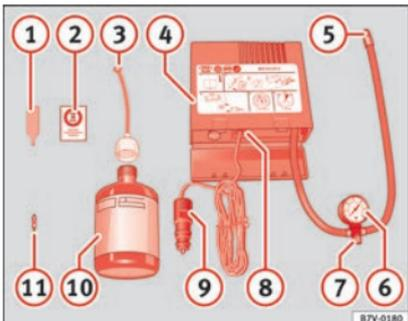

Fig. 57 Representación estándar: contenido del kit antipinchazos.
• Desenrosque la caperuza y el obús de la válvula del neumático. Utilice el aparato » fig. 57 ① para extraer el obús. Colóquelo en una superficie limpia.
- Agite con fuerza la botella de sellante de neumáticos » fig. 57 ⑩.
- Enrosque el tubo de inflado » fig. 57 ③ en la botella de sellante. El precinto de la botella se romperá automáticamente.
- Retire el tapón del tubo de llenado » fig. 57 ③ y enrosque el extremo abierto del tubo en la válvula del neumático.
- Vuelva a colocar el obús con el aparato » fig. 57 ① en la válvula del neumático.
- Enrosque el tubo de inflado del neumático del compresor » fig. 57 ⑤ en la válvula del neumático.
- Compruebe que el tornillo de evacuación de aire está cerrado » fig. 57 ⑦.
- Acople el conector » fig. 57 ⑨ a toma de corriente de 12 voltios del vehículo » ícono, pág. 142.
- Conecte el compresor de aire con conmutador ON/OFF » fig. 57 ⑧.